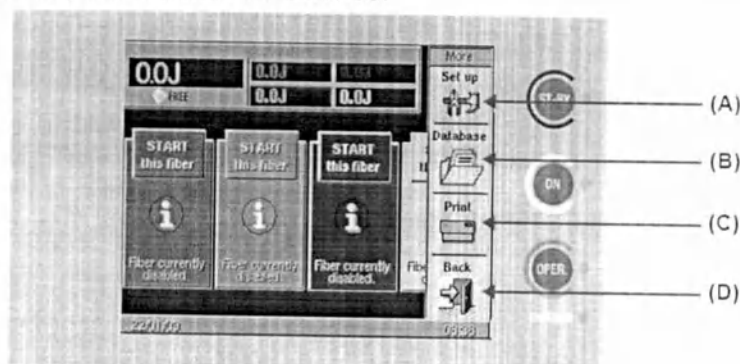
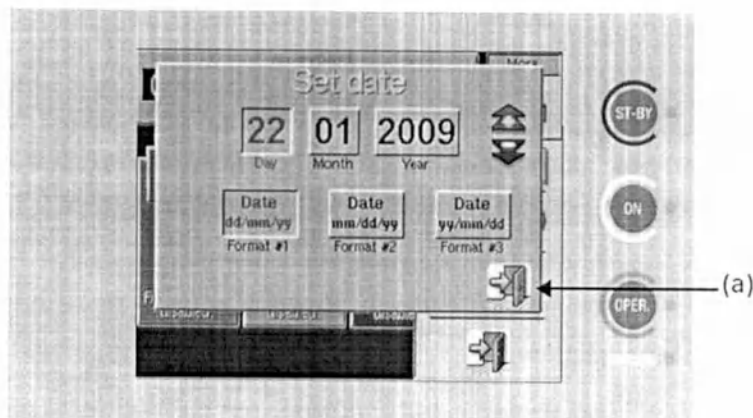

Рис. 16 – Меню «More»
Рис. 18 – Меню «Set date»
При нажатии на область слева «More» (Больше) в меню пользователя система аппарата выведет меню, показанное на Рис. 16.
Для возврата в меню пользователя User нажмите на область «Back» (Назад) – (D) на Рис. 16 или в любой части кроме «Other».
Область, обозначенная на Рис. 16 как (A), позволяет устанавливать время и дату системы, регулировать яркость экрана и выбирать язык.
Область, обозначенная на Рис. 16 как (A), позволяет пользователю установить системную дату: система аппарата откроет меню, показанное на Рис. 18.
Нажмите одну из областей, называемых «**Format #**», чтобы выбрать формат даты между дд/мм/гг, мм/дд/гг и гг/мм/дд; нажмите красную стрелку «+» или синюю стрелку «-», чтобы изменить выбранный параметр числа, месяца или года. Для выбора параметра просто нажмите на соответствующую область: она будет выделена красным шрифтом – например, число на Рис. 18.
Чтобы закрыть окно, нажмите на область (A) на Рис. 18 – несохраненные изменения будут утрачены.
Функция «Database» (База данных) внутри дополнительных функций, (В) на Рис. 16 – позволяет пользователю хранить группы параметров процедур (например, количество используемых световодов, настройки и примечания о лечении), давая возможность автоматически вызывать и настраивать конфигурацию процедуры.
При нажатии на область, обозначенную на Рис. 16 как (В), система аппарата открывает окно «USER DATABASE» (База данных пользователя) на вкладке «Summary» (Краткое описание).
Функция «Print» (Печать) – см. (C) на Рис. 16 – позволяет оператору распечатать отчет со всеми данными последних процедур лазером (если к аппарату ECHOLASER X4 подключен принтер).